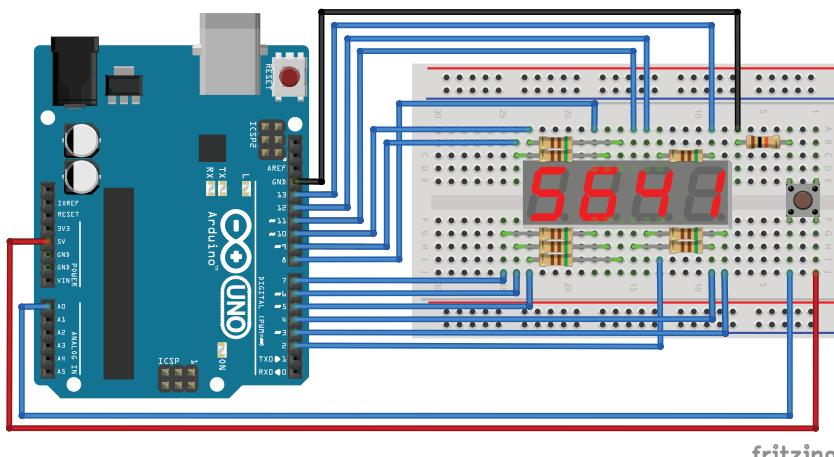

Рис. 7.3. Схема подключения для секундометра
1. Подключаем семисегментный индикатор по схеме на рис. 7.3.